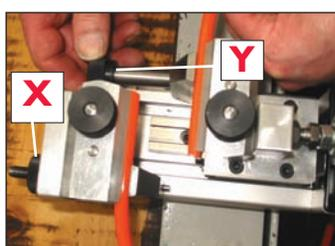

Figura 4
9. Repita el paso 8 para el otro extremo de la correa, deslizando en el útil de perfil delantero desde la derecha hasta que sobresalga de 2 a 3 mm en la parte izquierda. Apriete el tornillo Y (figura 4) para sujetar el extremo de la correa en su posición.